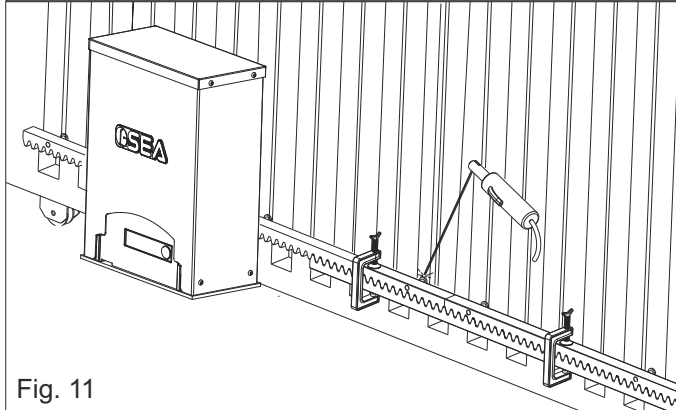

Fig. 11
5.4. Vérifier que tous les éléments de la crémaillère sont parfaitement alignés et positionnés correctement (denture en phase). Il est conseillé d'opposer deux éléments successifs avec un troisième élément comme indiqué sur la Fig. 11;